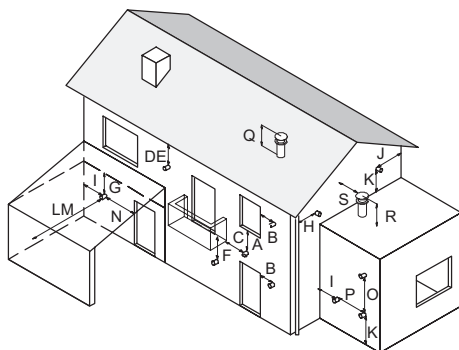

Figura 5.27
- rispettare le distanze minime di Figura 5.27 ed eventuali norme nazionali e locali vigenti.